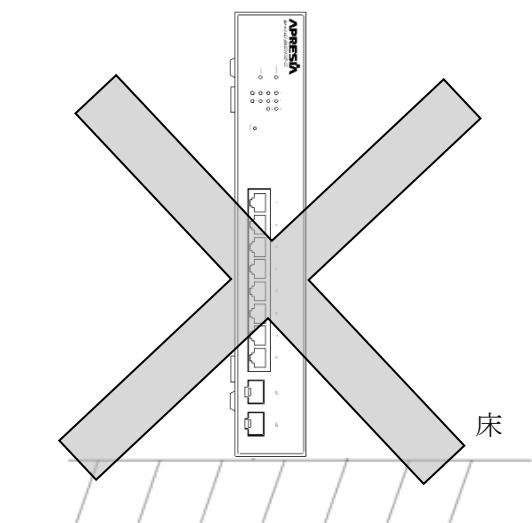

図 3-2 悪い設置例
- (1) 本装置の横に物を置かないでください。装置内部の冷却のための通風孔を塞ぎ、故障の原因となります。
- (2) 本装置の上に花瓶や飲物等を置かないでください。
- (3) 本装置を設置する場合は換気のための適切な空間として本装置側面の通風孔を塞がないよう十分なスペース(目安として約 100mm 以上)を空けてください。
- (4) 本装置を直接、床などに縦置きで使用しないでください。装置内部の冷却のための通風孔を塞ぎ、故障の原因となります。(図 3-2 参照)
- (5) 熱を発する機器を本装置の近傍に設置すると、発熱やエアフローの干渉により、片方あるいは双方の機器の冷却効果が十分には發揮できず、早期の故障を招く恐れがあります。特に、19 インチラックの上下に実装する場合のような機器が密集する設置場所では、機器のエアフローやラックの構造、配線状況を検討した上で、機器間に 50mm 程度のスペースを設けるなど、余裕を持たせた実装をご検討ください。